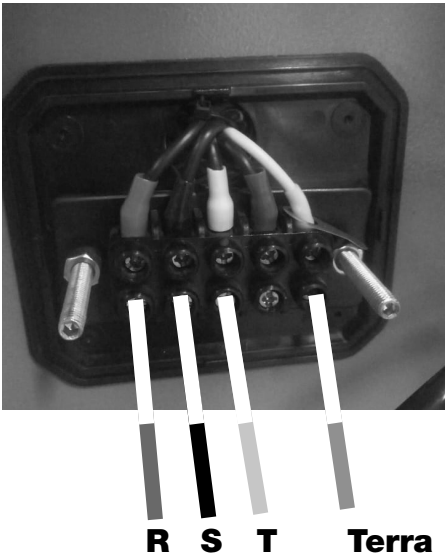

FIGURA 25 – 220V - trifásica
- 220 V - trifásica (figura 25);